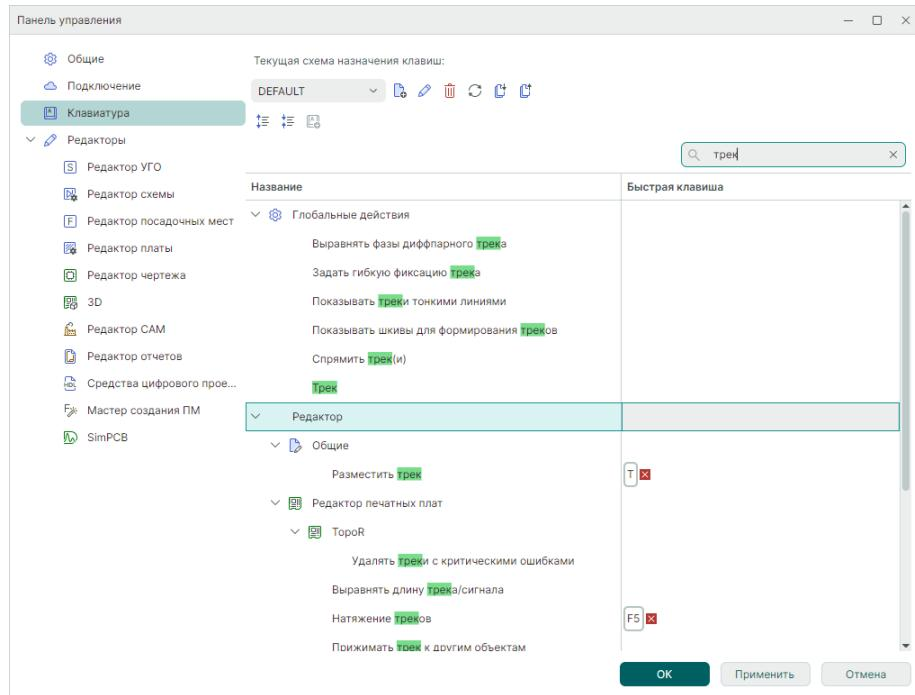

Рис. 87 Поиск действий
1. Установите курсор в поле «Поиск...» и введите наименование требуемого действия. По совпадению введенных букв поисковая система отфильтрует имеющиеся действия, см. Рис. 87.